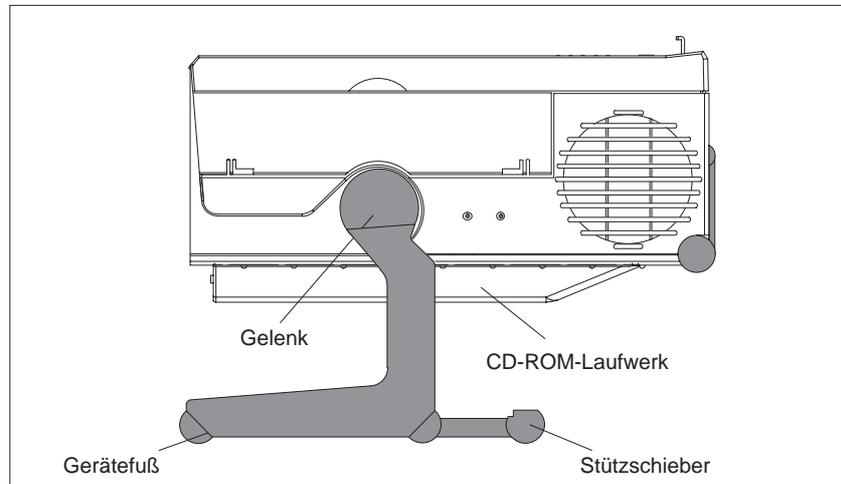

Bild 2-1 Betriebslage waagrecht ohne Tastatur
2. Ziehen Sie den zusätzlichen Stützschieber (siehe Bild 2-1) aus dem hinteren Gerätefuß.
Für diese in Bild 2-1 gezeigte Betriebslage kann die Tastatur abgenommen werden.